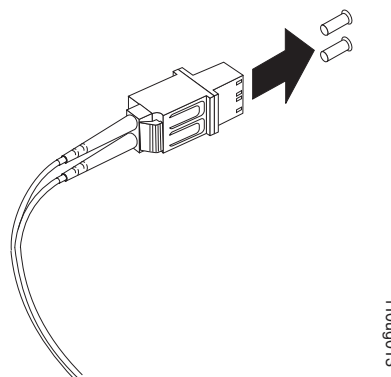

Figura 31. Removendo as Tampas de Proteção do Adaptador de Cabo LC-SC
3. Remova as duas capas protetoras da extremidade do conector LC do adaptador de cabo LC-LC, conforme mostrado na Figura 31 na página 63. Guarde as capas protetoras para uso futuro.